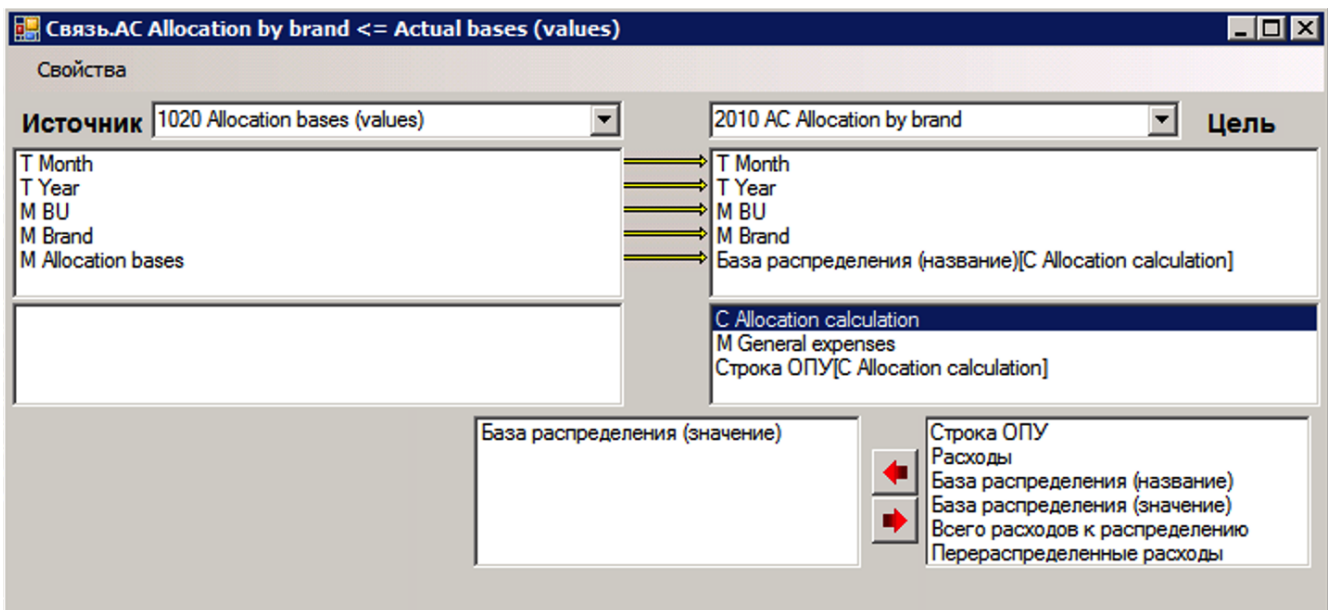

Рисунок 6. Связь типа поиск.
- **Поиск** – возможны соединения в связи по виртуальным измерениям куба-цели (измерениям которые являются форматами для элементов измерений куба-цели). Связи типа **поиска** создаются при необходимости передачи данных в куб-цель в зависимости от значений уже существующих данных (с форматом по другому измерению) в кубе-цели. Таким образом, происходит связывание не только простых измерений кубов, но и данных (форматированных по другим измерениям - **Подстановка**) куба-цели (Рисунок 6).